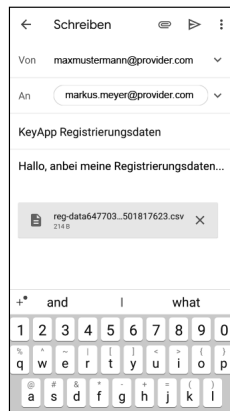

Abb. 78
- 6 Daraufhin wird automatisiert eine Mail in Ihrem Mailprogramm erstellt und geöffnet. In deren Anhang befindet sich eine Registrierungs-Datei mit der Endung „.csv“ (Abb. 78).